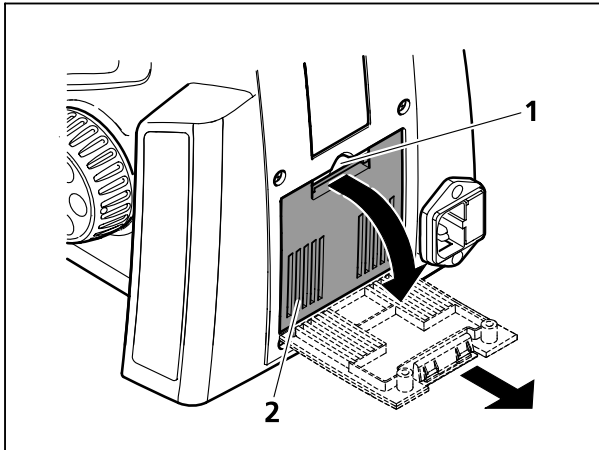
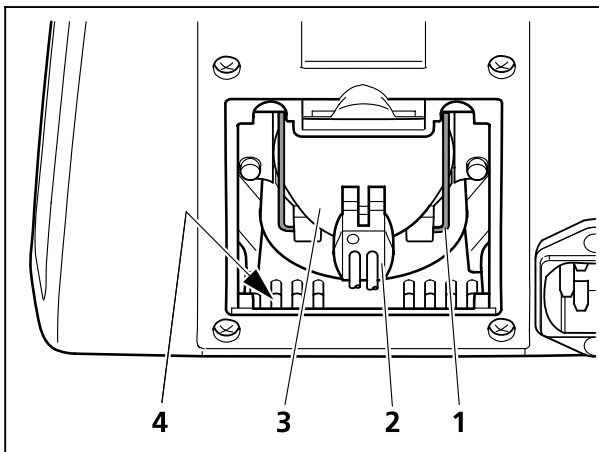
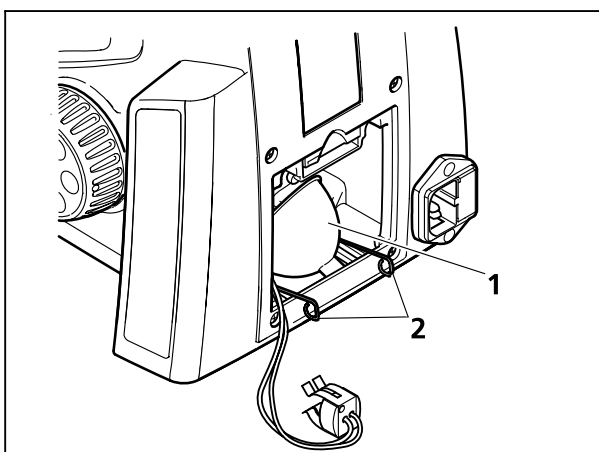

Bild 3-16 Abdeckung abnehmen
Bild 3-17 LED-Lampe herausnehmen
Bild 3-18 LED-Lampe einsetzen
- Klemmlasche (Bild 3-16/1) der Abdeckung (Bild 3-16/2) nach unten drücken. Abdeckung nach unten kippen, aus den Halteelementen (Bild 3-17/4) des Stativs herausnehmen und ablegen.
- Lampenstecker (Bild 3-17/2) vom Leuchtmittel (Bild 3-17/3) abziehen.
- An den Schlaufen (Bild 3-18/1) den Klemmbügel (Bild 3-17/1) der Lampenhalterung beidseitig zur Mitte hin zusammen drücken und nach unten kippen.
- Bei Lampenwechsel das Leuchtmittel (Bild 3-17/3) herausnehmen.
- Das neue Leuchtmittel (Bild 3-18/1) mit der unteren vorderen Kante zwischen der Anlagefläche und den Klemmbügel legen. Leuchte auf dem Klemmbügel ablegen.
- Klemmbügel (Bild 3-18/2) der Lampenhalterung mit dem aufliegenden Leuchtmittel anheben, bis das Leuchtmittel vollständig an der Lampenhalterung anliegt. Dabei die beiden Klemmbügelenden leicht zusammendrücken und an den beiden oberen Halteelementen vorbeiführen. Druck dann soweit wegnehmen, dass sich der Klemmbügel öffnet u. beidseitig hinter den Halteelementen einrastet.
- Abdeckung (Bild 3-16/2) unten in die Haltenuten (Bild 3-17/4) des Stativs einsetzen und nach oben kippen, bis die Klemmlasche (Bild 3-16/1) einrastet.